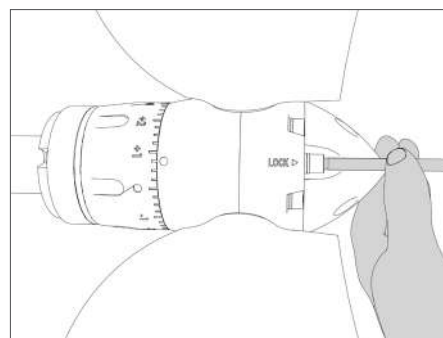

ABB. 27 | Anziehen der Feststellschraube
- Ziehen Sie die Feststellschraube **F** (**Abb. 27**) wieder an und stellen Sie sicher, dass sich die Schraube richtig und ohne Kraftanwendung eindrehen lässt (Wenn sich die Schraube nur schwer wieder anziehen lässt, bewegen Sie mit der Ringmutter leicht und ziehen Sie die Schraube langsam an, damit sie richtig in die Gewindebohrung passt). Die Feststellschraube hat eine Sicherungs-Unterlegscheibe, die aus zwei Hälften besteht. Achten Sie darauf, sie nicht zu verlieren. Es wird auch empfohlen, die Feststellschraube nicht zu fest anzuziehen, max 7 Nm (0,7 Kgm).